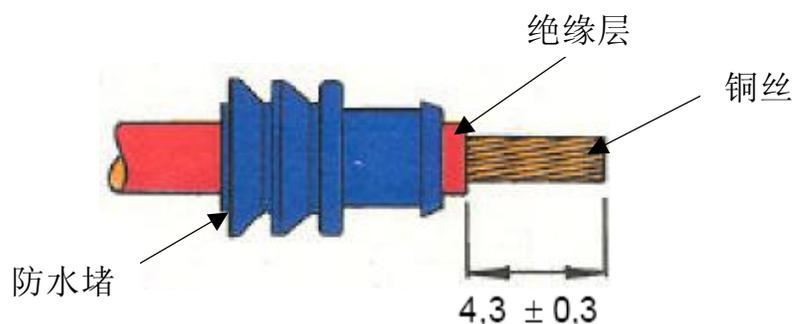

图 5 大端子标准剥线尺寸
1.3.1 剥线：在进行大端子压接前，首先要保证剥线长度的准确可靠，然后再将相应的防水堵套在导线上，标准尺寸如图 5 所示：